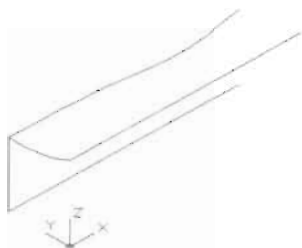

图 13-113
(6) 按空格键继续绘制样条曲线, 结果如图 13-113 所示, 命令执行过程如下。